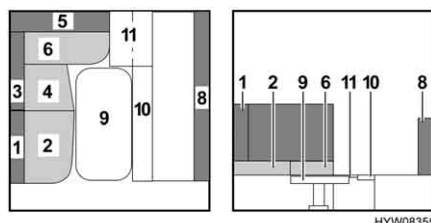

Fig. 87 Durante la trasformazione
- Sollevare leggermente la rete del letto (Fig. 87,10) ed estrarla fino all'arresto.
- Inserire la base del cassone letto (Fig. 87,11) tra il cassonetto del divano trasversale e la rete del letto del divano estratta. Prestare attenzione alla rientranza sul lato del divano trasversale. I due perni sul lato inferiore della base del cassone letto devono infilarsi tra gli spazi della rete del letto.